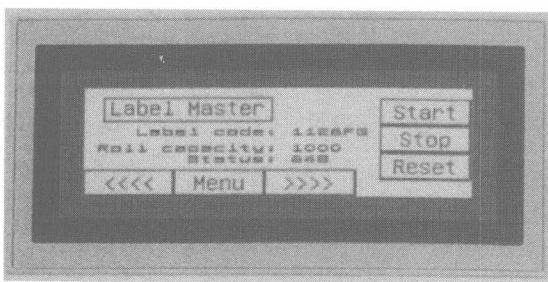

图 2-1 F930GOT 外形
① F930GOT：外形如图 2-1 所示。F930GOT 只有 2 色，功能比较简单，主要有数值设置和监控，良好的信息显示以及一般的开关信号输入和显示功能。